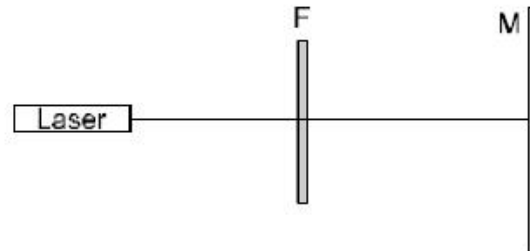

Fig. 10 Demonstração da absorção de luz através de filtros de cor (F = Filtro de cor, M = tela base)
- Executar a montagem da experiência segundo Fig. 10.